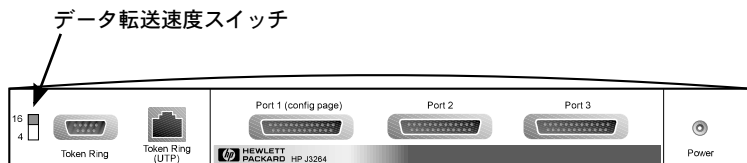

図 3-1 HP J3264 プリントサーバの 16 Mbp に設定された Token Ring データ転送速度スイッチ
- Token Ring プリントサーバ (J3264) の場合、データ転送速度スイッチを適切なスピード (4 Mbp または 16 Mbp) に設定します (図 3-1)。ペンカ、類似のもので、スイッチを 16 Mbp に上げるか、4 Mbp に下げるかします。